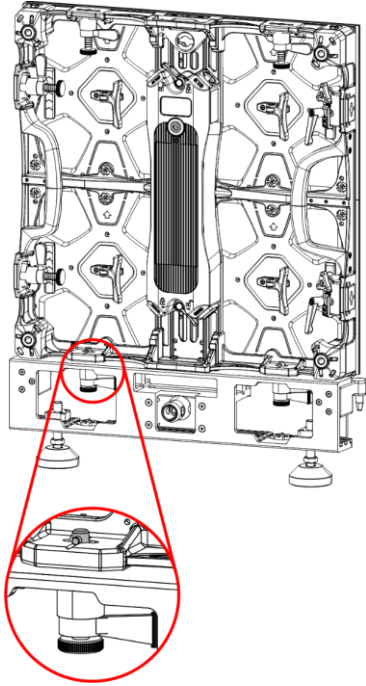

Fig. 31
- 05) Asegúrese de que los **pernos (C)** del **mecanismo de bloqueo izquierdo (06)** de la barra de rigging estén firmemente sujetos **en la abertura del cierre rápido (11)** de la parte inferior de la pantalla LED como se muestra en la Fig. 31.